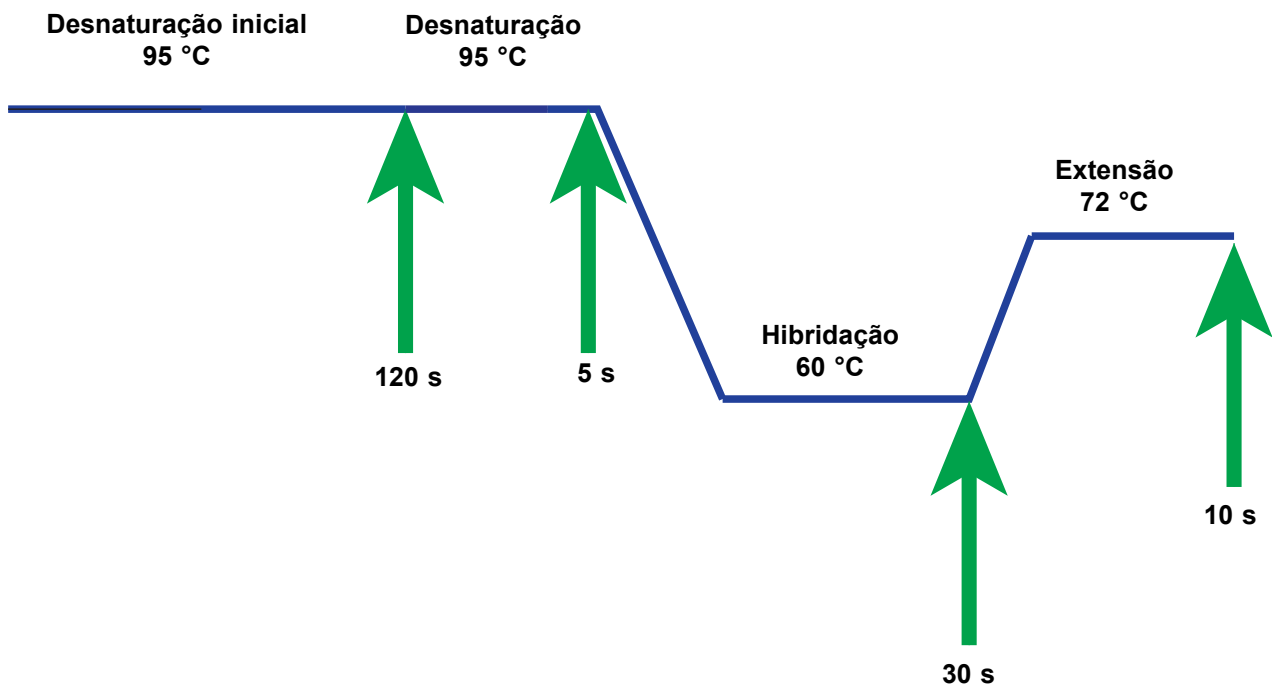

Figura 3-1. Exemplo de diagrama do ciclo de PCR para o aquecimento e arrefecimento com ventoinha do módulo I-CORE (durações da temperatura não estão à escala)
5. Inicia os ciclos de RT-PCR (se aplicável) e de PCR e a deteção em tempo real (ver figura 3-1).
O ciclo de PCR no diagrama de figura 3-1 indica 40 ciclos executados pelo módulo I-CORE. A temperatura de desnaturação é de 95 °C; a temperatura de hibridação é de 60 °C; e a temperatura de extensão é de 72 °C. Cada uma destas temperaturas deve ser mantida pelo módulo por uma duração específica, conforme indicado em figura 3-1. A desnaturação inicial ocorre durante 120 segundos para um ciclo. Os passos de desnaturação (5 segundos), hibridação (30 segundos) e extensão (10 segundos) seguem um ciclo consecutivo quarenta vezes antes da reação em cadeia da polimerase ser finalmente concluída.